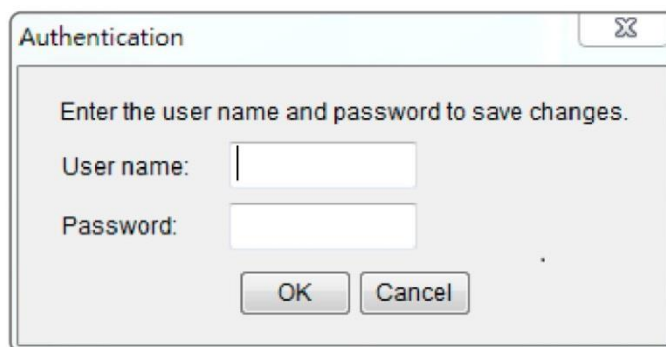

Рис. 3. Окно аутентификации
7. Потребуется ввести имя пользователя и пароль для системы управления батареями в окне аутентификации, которое показано на рис. 3.